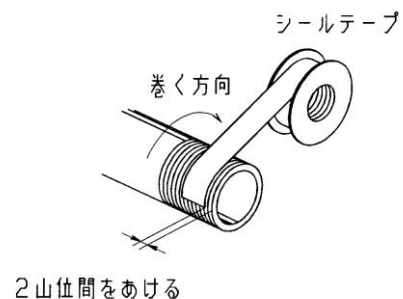

図9 シールテープの巻き方
- 配管や継手類をねじ込む場合には、配管ねじの切粉やシール材が配管内部へ入り込まないようにしてください。なお、シールテープを使用される時は、図9に示すようにねじ部を1.5~2山残して巻いてください。